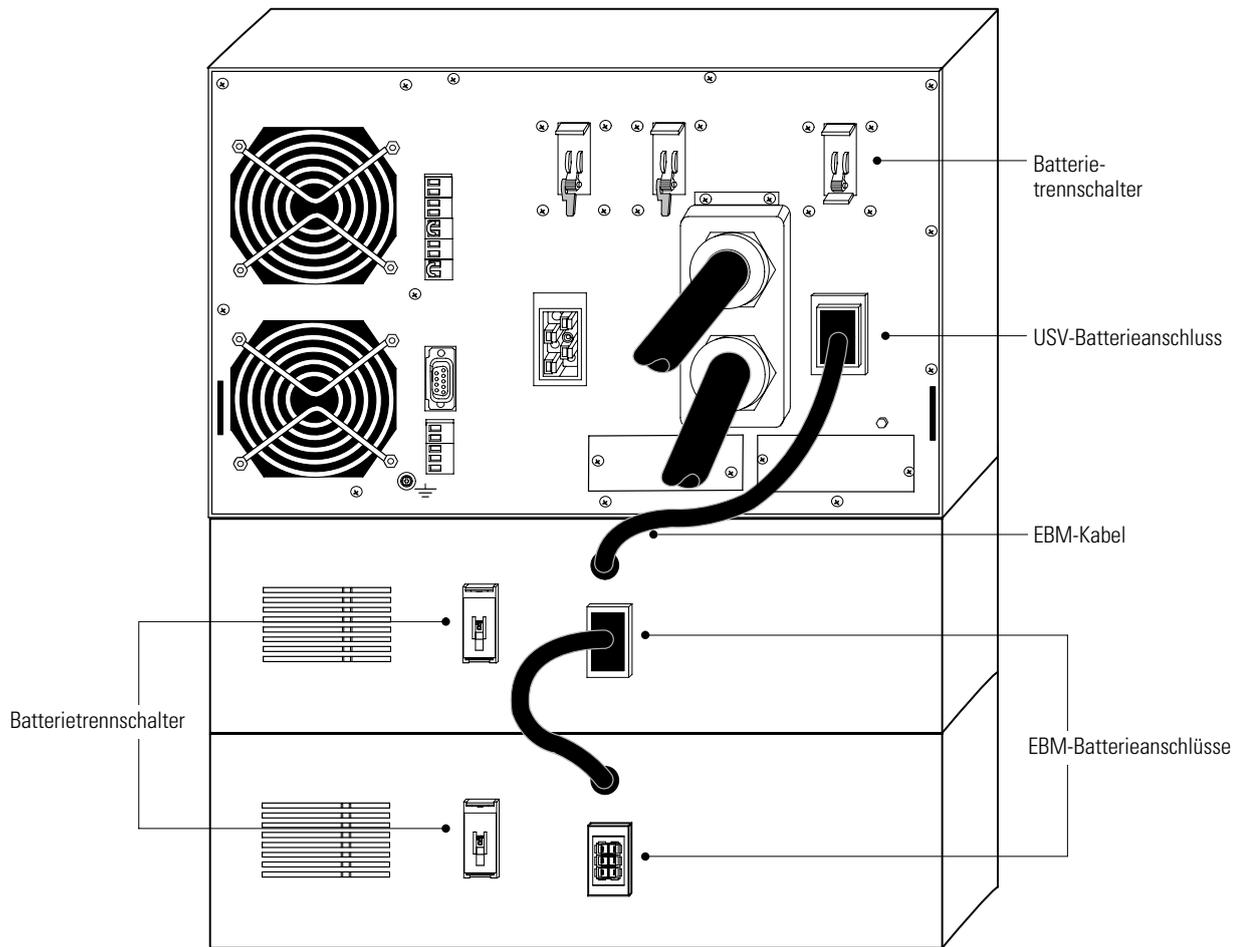

Abbildung 29. Typische EBM-Installation
1. Überprüfen Sie, dass sich alle Batterienhalter in der Stellung OFF (O bzw. AUS) befinden (siehe Abbildung 29).
2. Das (die) EBM-Kabel wie in Abbildung 29 gezeigt an die Batterientecker anschließen. Es können bis zu vier EBMs an die USV angeschlossen werden.